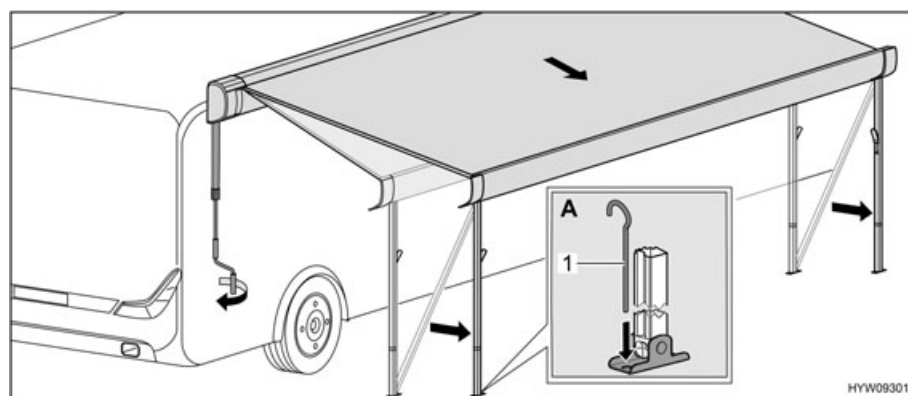

Fig. 22 Collocazione della tenda nella posizione finale
- Servendosi di puntelli (Fig. 22,1), fissare a terra i montanti di supporto (Fig. 22,A).